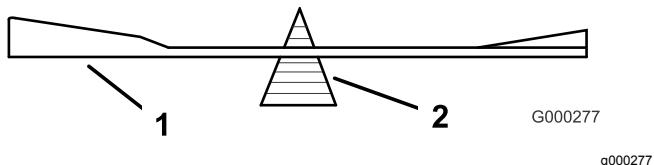

Figure 96
2. Vérifiez l'équilibre de la lame en la plaçant sur un équilibrer (Figure 96).